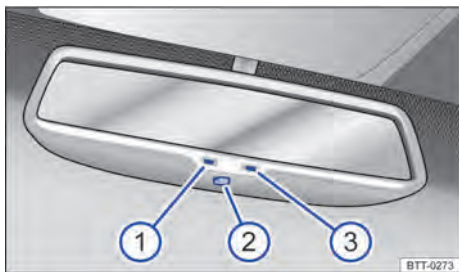

Fig. 68 No para-brisa: espelho retrovisor interno com antiofuscante automático.
Legenda para → Fig. 68:
- ① Luz de controle.
- ② Interruptor.
- ③ Sensor para reconhecer a incidência de luz por trás.
O antiofuscamento automático pode ser ligado e desligado com o interruptor no espelho retrovisor interno → Fig. 68 ②. Com o antiofuscamento automático ligado, a luz de controle → Fig. 68 ① se acende.
- Um sensor no lado que indica para o interior do veículo, que mede a incidência de luz por trás → Fig. 68 ③.